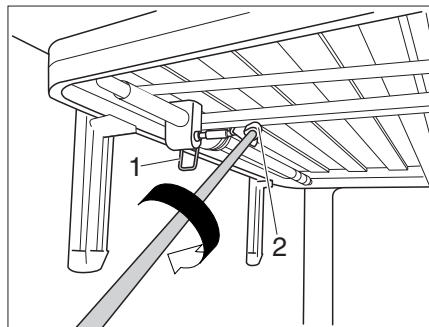

Fig. 151 Ajuste de la altura
- Soltar la palanca de retención (Fig. 151,1). La cama puede ahora desajustarse.
- Empujar la manivela en el alojamiento cuadrangular magnético (Fig. 151,2). La altura de la cama se puede ahora cambiar.
- Tirar la manivela fuera del alojamiento cuadrangular (Fig. 151,2) y colocarla en el soporte.